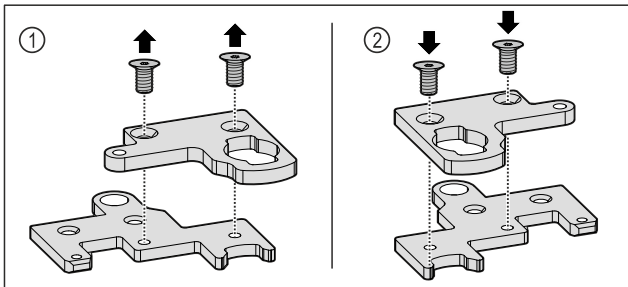

Fig. 31
- Désassembler l'angle de la charnière en deux parties. Fig. 31 (1)
- Remonter l'angle de la charnière en deux parties en le faisant pivoter de 180° (180°). Fig. 31 (2)